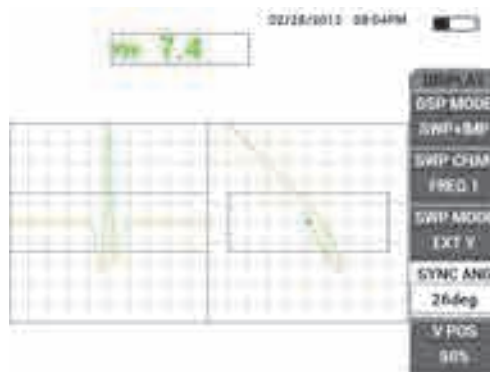

Рис. 5-66 Настройка угла синхронизации
12) Нажмите клавишу меню DISP () и установите **УГОЛ СИНХ** (клавиша D) в центр сигнала риски на ленточной диаграмме (см. Рис. 5-66 на стр. 178).